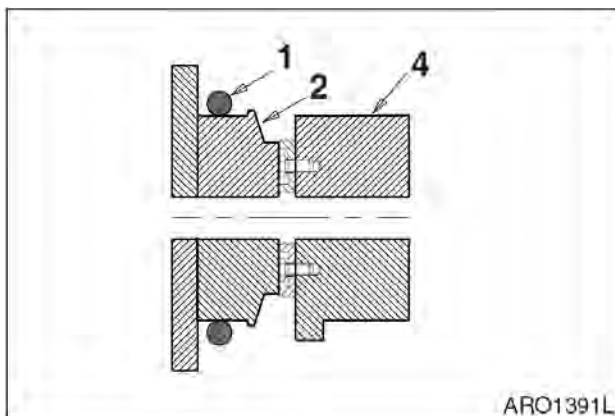

Рис. 97
3. Снять старое уплотнительное кольцо и временно установить новое (1, рис. 97) на выступ ковша (2). Убедиться, что канавка уплотнительного кольца на звене подвески ковша (4) и на выступе очищены.